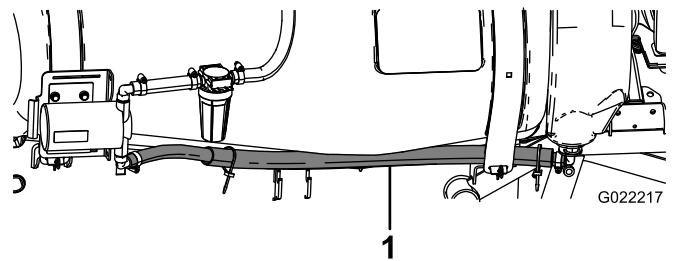

Figura 11
1. Encaminhe o tubo do depósito de lavagem entre a correia frontal do depósito e a parte lateral do depósito (**Figura 11**).
3. Ligue a outra extremidade à união roscada inferior do tubo ao filtro da bomba de lavagem com uma abraçadeira de tubos (**Figura 11**).